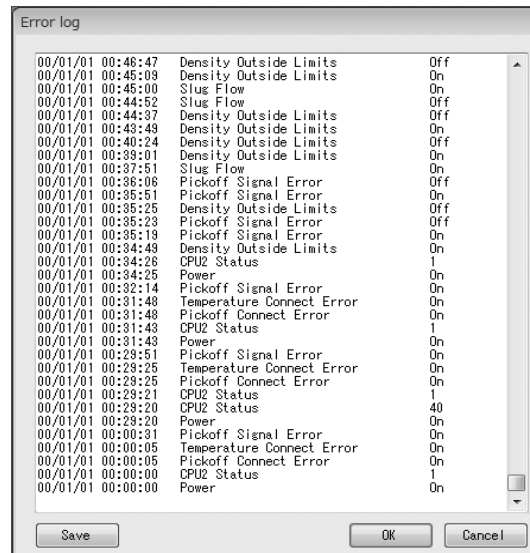

図154
- ① メニューの「Maintenance(M)」>「Maintenance transmitter」>「Error log」をクリックします。
- ② 次のウィンドウ(図154)が表示されます。